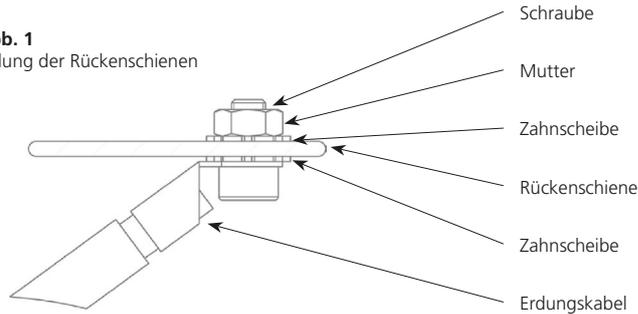

Abb. 2
- Die Klemmenposition für die maximale mechanische Beanspruchbarkeit befindet sich in der Mitte der Montagelippe des jeweiligen Bereichs der Rückenschiene (Abb. 2). Diese wird von AVANCIS für die Montage empfohlen. Bei einer Abweichung von der mittigen Klemmposition ist die allgemeine bauaufsichtliche Zulassung Z-70.1-224 bezüglich der Belastbarkeit der PV-Module zu beachten. Weitere Informationen können bei AVANCIS oder dem Deutschen Institut für Bautechnik erfragt werden.
- Die Klemmen sind doppelt symmetrisch auf den Montagelippen der Rückenschiene anzuordnen. Die Symmetrielinien bilden dabei die gedachten Mittellinien parallel zur langen als auch zur kurzen Kante des PV-Moduls (exemplarisch in Abb. 2 für „Hook-In“ Montage im Hochformat).